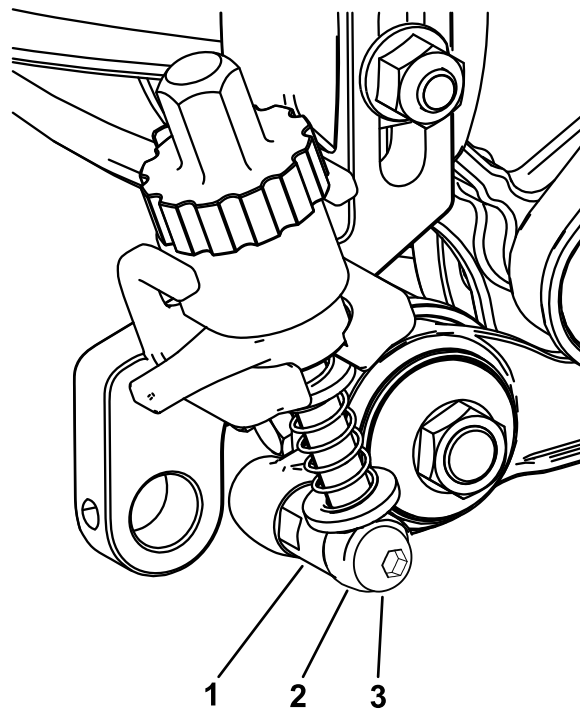

Рисунок 23
5. На стороне узла натяжного ролика прикрепите шток узла рычага регулятора к узлу натяжного ролика, вставив болт с буртиком через шток рычага регулятора и во втулку регулятора, как показано на Рисунок 23; затяните болт с буртиком с моментом от 20 до 26 Н·м.